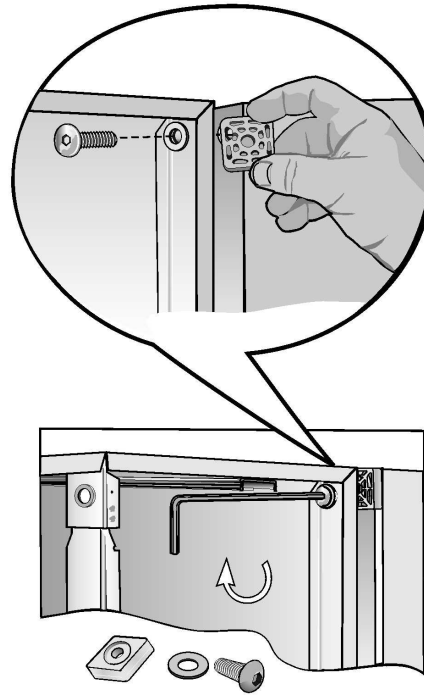

Figure 10
4. À l'aide de la clé mâle à six pans (hexagonale) de 6 mm, installez les vis à tête cylindrique à six pans creux et les rondelles plates (voir la **Figure 10**).
À l'aide de la clé, **SERREZ À LA MAIN** toutes les vis (voir la **Figure 10**).